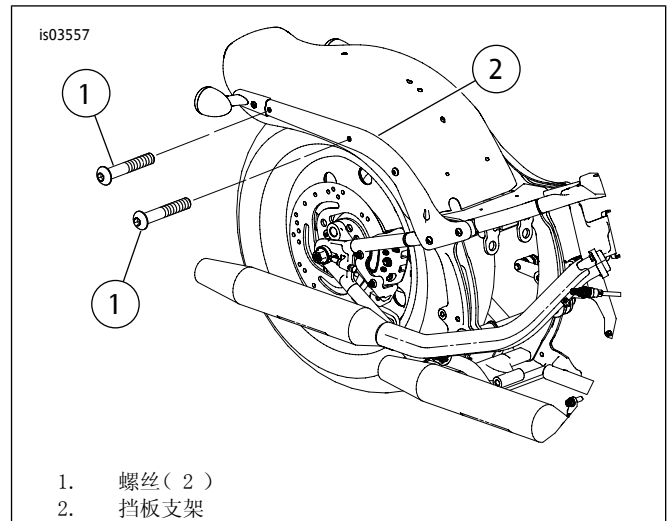

图2。原有五金件( 不带对接点 )
- a. 参见图2。从挡板支架( 2 )上拆下螺丝( 1 )并丢弃。